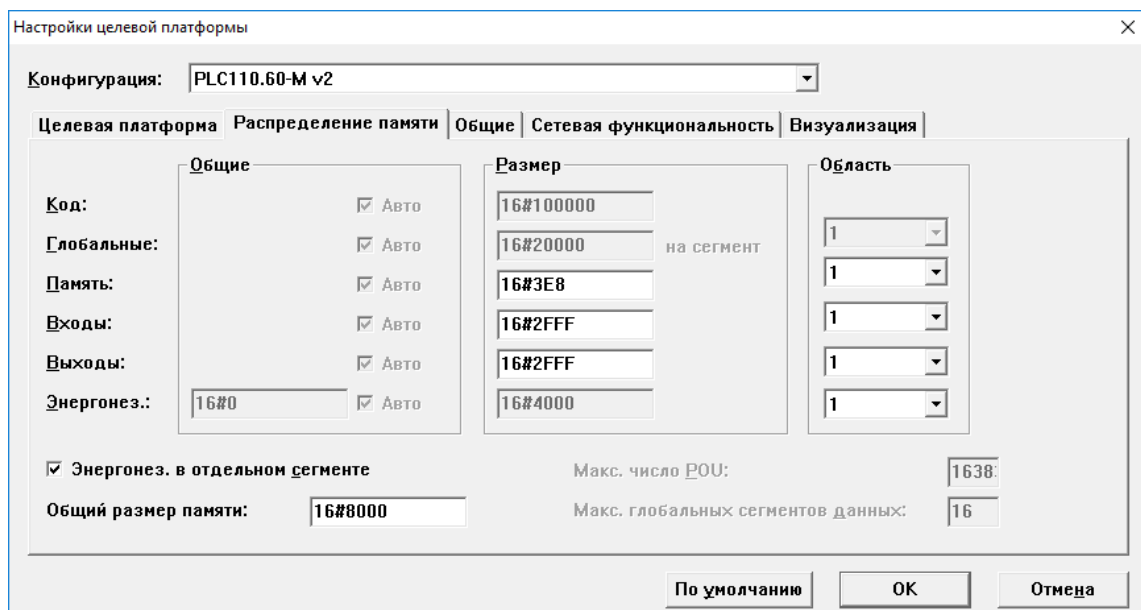

Рисунок 6.4 – Увеличение размера памяти входов-выходов на вкладке «Распределение памяти» (Memory Layout)
- **M** – ограничений со стороны лицензии в размере памяти нет, но есть программное ограничение в 100 Кбайт. По умолчанию суммарный объем памяти ввода (%I) и вывода (%Q) установлен равным 16 Кбайт. Этого достаточно для большинства задач, но этот объем может быть увеличен до 32 Кбайт (на вкладке «Распределение памяти» окна «Настройки целевой платформы» в строках «Входы» и «Выходы», см. рисунок 6.4).